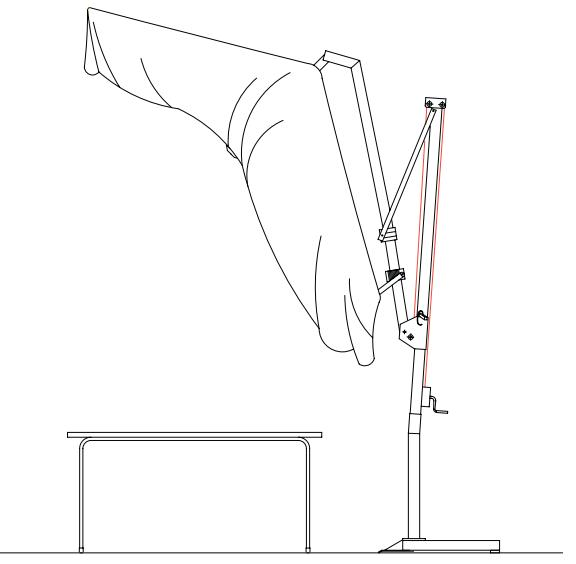

Fig. 9
2. quand les baleines ont dépassé l'hauteur des meubles (voir comme référence la figure 9). Enlever la manette (Q) du trou du mat du parasol (A).